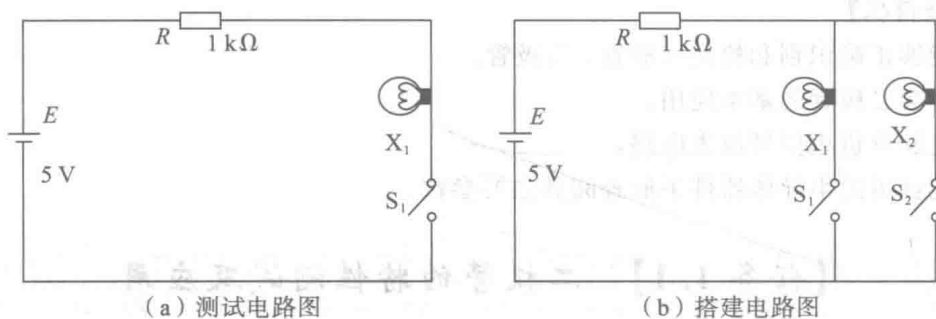

图 1.1.2 面包板搭建电路
测试电路图如图 1.1.2(a)所示,其中 E 所示的直流 5 V 电压源可选用实验室的直流稳压电源,小灯泡 X_1 可选用 2.5 V 小灯泡。
- (1) 在面包板上或在仿真软件(Multisim、Proteus)中按照图 1.1.2(a)所示搭建电路,闭合开关 S_1 ,观测小灯泡是否点亮。若未点亮,则利用万用表查找原因,直至小灯泡点亮。
- (2) 按照图 1.1.2(b)所示在面包板上或在仿真软件中搭建好电路,闭合开关 S_1 和 S_2 ,观测在 S_1 和 S_2 同时闭合和分别闭合时小灯泡 X_1 和 X_2 的亮度。
- (3) 在图 1.1.2(b)所示 X_1 和 X_2 所在支路分别串入直流电流表,或用间接法测试、计算并记录此时电路的电流 $I_1 = \underline{\hspace{2cm}}$, $I_2 = \underline{\hspace{2cm}}$ 。